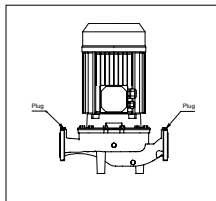

FIG 4: tappi necessari per controllare il riempimento della pompa
- a) Rimuovere il tappo/cappuccio esagonale situato nella parte alta del corpo pompa (fig. 4);